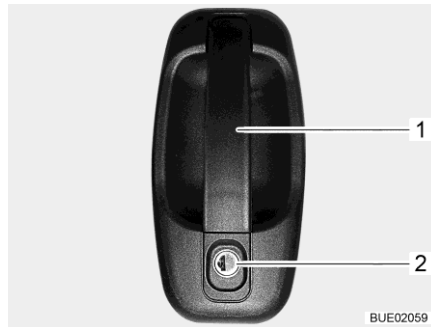

Fig. 70 Serrure de la porte (porte chauffeur, à l'extérieur)
- Insérer la clé dans le barillet (Fig. 70,2) et la tourner jusqu'à ce que la serrure de la porte soit déverrouillée.
- Tirer sur la poignée de la porte (Fig. 70,1). La porte est ouverte.
- Insérer la clé dans le barillet (Fig. 70,2) et la tourner jusqu'à ce que la serrure de la porte soit verrouillée.